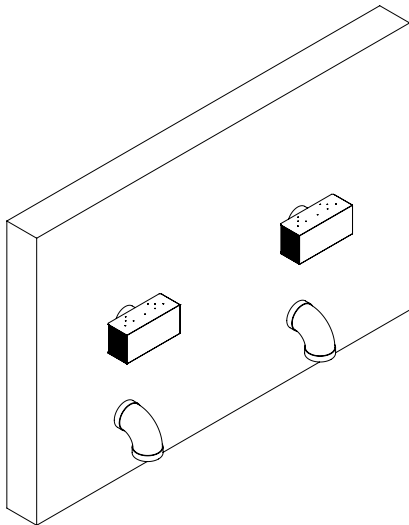
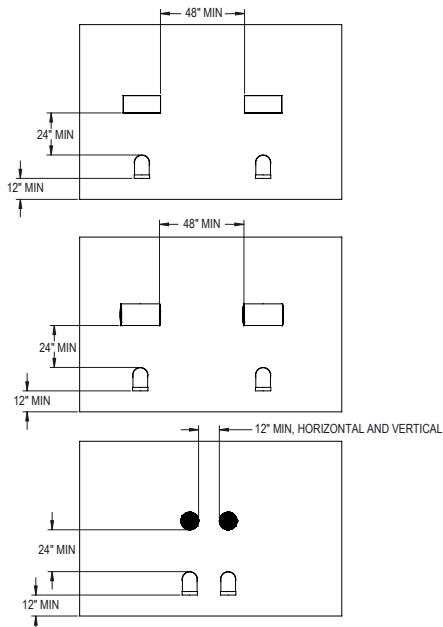
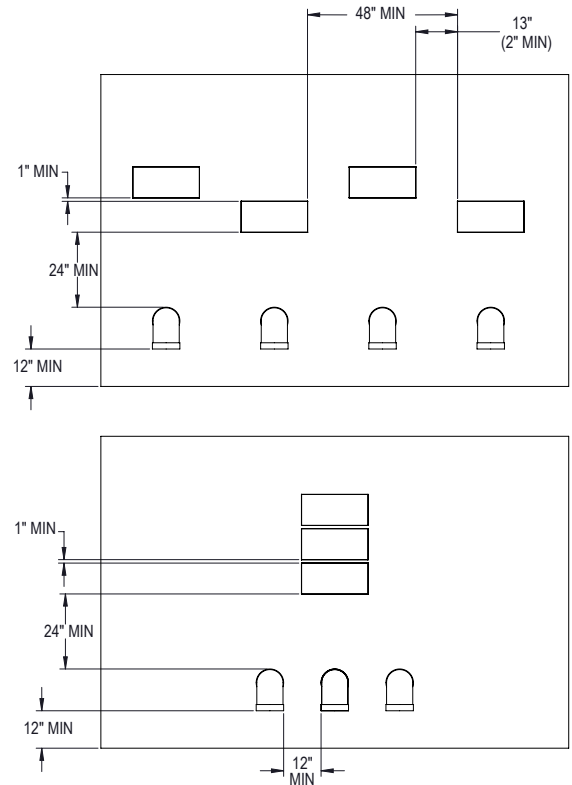

Figure 54. Terminaison d'évacuation murale D-15
Figure 59. Dégagement de ventilation horizontaux et verticaux
Figure 60. Dégagement de ventilation horizontaux et verticaux
13. Pour connaître les dégagements des terminaisons murales multi-appareils, voir Figures **Figure 54** à **Figure 60**.
9. Dans le cas d'une installation multi-appareils à ventilation directe, prévoyez un dégagement horizontal prédéterminé entre les terminaisons d'évacuation, voir **Figure 59** et **Figure 60**.